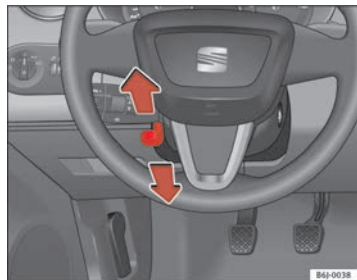

Fig. 94 Ajuste de altura del volante
- Tire hacia abajo de la palanca ⇒ fig. 94 situada debajo de la columna de dirección ⇒ ⚠.
- Ajuste el volante hasta alcanzar la posición deseada ⇒ fig. 94.
- Ajuste el asiento del conductor o el volante de modo que quede una distancia mínima de 25 cm entre el volante y el tórax ⇒ fig. 94. ¡Si no respeta la distancia mínima, el airbag no le protegerá adecuadamente y corre peligro de muerte!